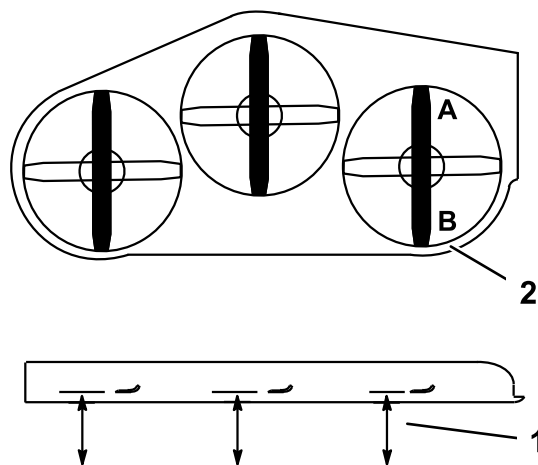

Figure 78
1. Tournez la lame **droite** dans le sens longitudinal (Figure 78).
2. Mesurez la distance au point **A** entre la surface plane et le tranchant de la pointe de la lame droite (Figure 78).
4. Mesurez la distance au point **B** entre la surface plane et le tranchant de la pointe de la lame droite (Figure 78).
6. La lame doit être plus basse de 6 à 10 mm (1/4 à 3/8") au point **A** qu'au point **B** (Figure 78). Si ce n'est pas le cas, passez aux étapes suivantes.